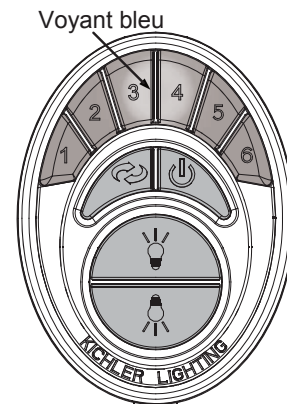

Fig. 23
3. Testez l'émetteur en poussant et relâchant brièvement N'IMPORTE QUEL bouton. Un voyant bleu devrait s'allumer sous les boutons 3 et 4. (Fig. 23) Sinon, vérifiez que les piles sont insérées et reposent correctement.